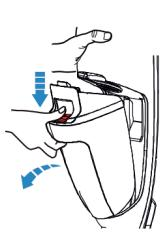
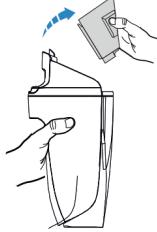

Fig. 30
Fig. 31
- Retire o reservatório de água suja (Fig.30), retire o compartimento do filtro (Fig. 31) e retire o filtro de esponja.